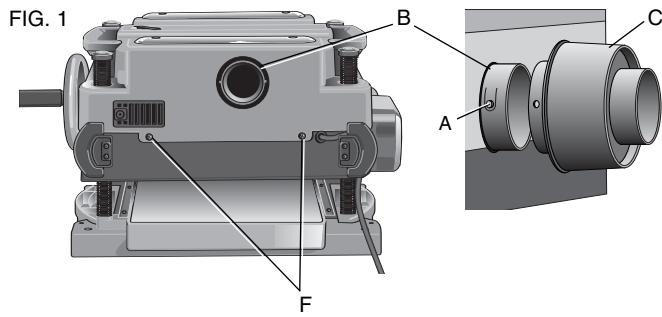

FIG. 2
2. Slide the notches in the round dust port (C) over the pins on the chip ejection chute (Fig. 2).
#### TO ATTACH THE HOSE AND GROUND WIRE TO THE DUST PORT (FIG. 2)
2. Faire glisser les encoches du raccord d'évacuation (C) sur les nervures de l'orifice d'éjection des copeaux (Fig. 2).
### POUR RATTACHER LE TUYAU ET LE FIL DE MASSE AU RACCORD D'ÉVACUATION (FIG. 2)
2. Deslice las muescas que se encuentran dentro de la boca de salida de polvo (C) sobre las clavijas del canal de salida de astillas (Fig. 2).
### PARA CONECTAR LA MANGUERA Y EL CABLE A TIERRA A LA BOCA DE SALIDA DE POLVO (FIG. 2)